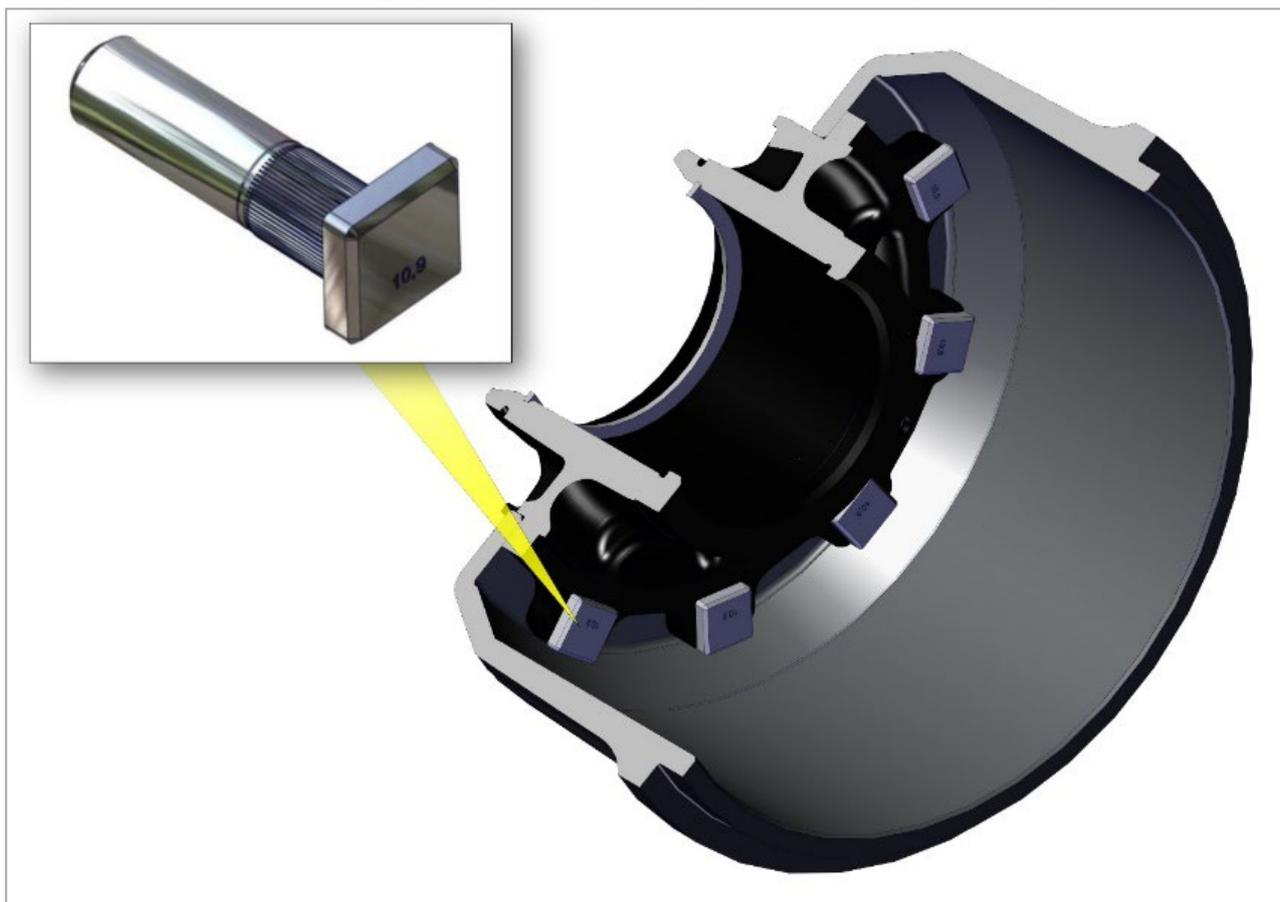

Рис. 22 Установка шпилек.
- 3) Шпильку необходимо надежно устанавливать на место, следя за тем, чтобы она располагалась под прямым углом к поверхности ступицы и точно садилась на внутренний торец тормозного барабана (рис. 22).